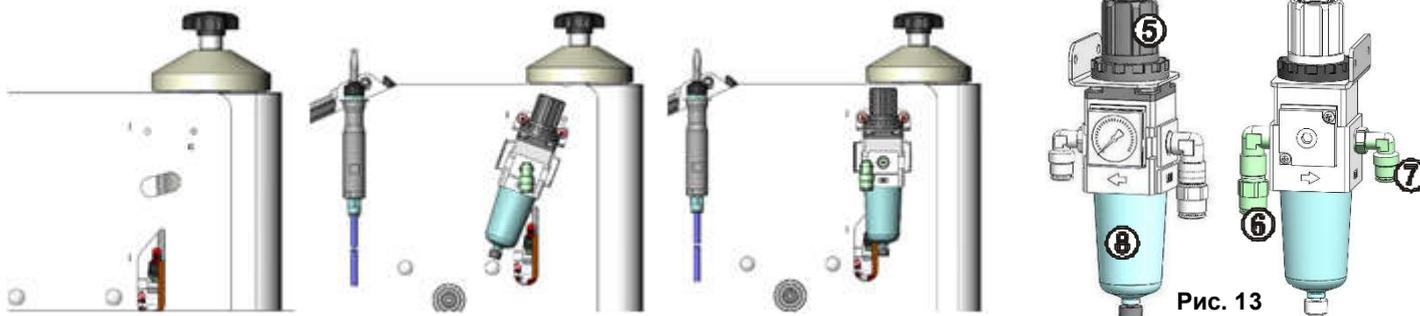

Рис. 13
- руководствуясь маркировкой на пневмошланге педали и штуцере **МПВ** (полоска цветного скотча), соединить соответствующий конец пневмошланга от пневмопедали со штуцером (7) **МПВ**. Второй конец пневмошланга от пневмопедали соединить с тройником пневмоэлектрического коммутатора (рис.13).
- пневмошлангом от пневмораспределителя подсоединить к штуцеру **(31) МС**.